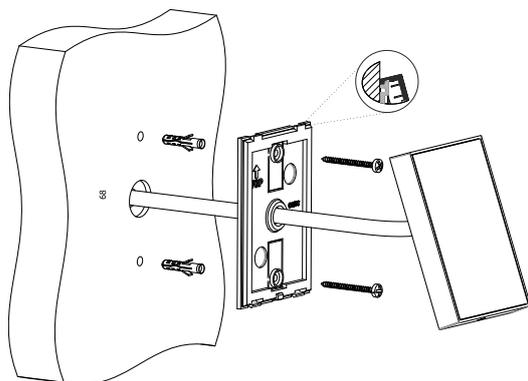

Рис. 2: Установка считывателя карт
3. Совместите считыватель с верхним краем монтажной опоры (рисунок 2) и нажмите на него, чтобы он защелкнулся.
4. Затем, зафиксируйте считыватель карт с помощью крепежного винта (4)